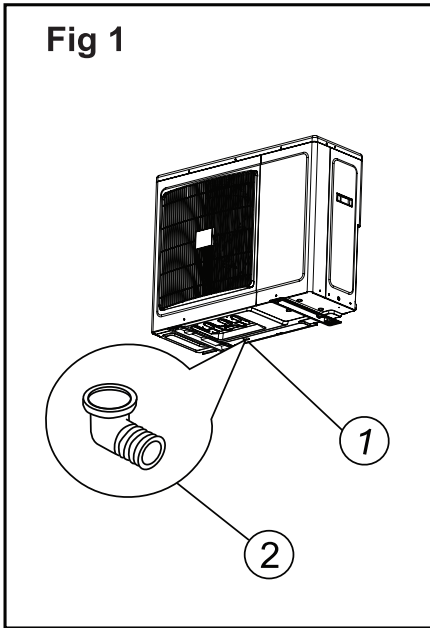
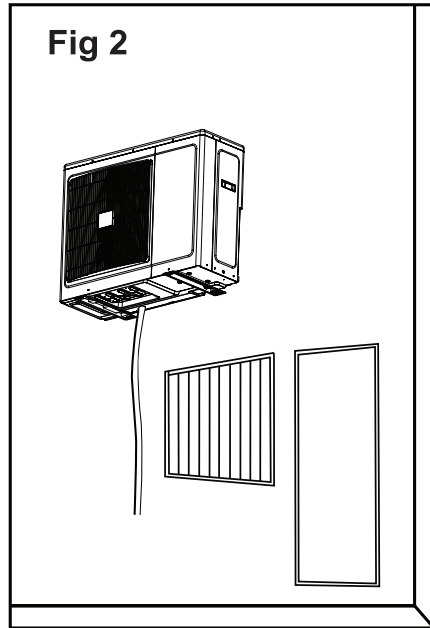

Figure 1
Figure 2
7. Lors d'une installation murale, installez le connecteur du drain et sa fiche ainsi qu'illustré en figure 1 et en figure 2.